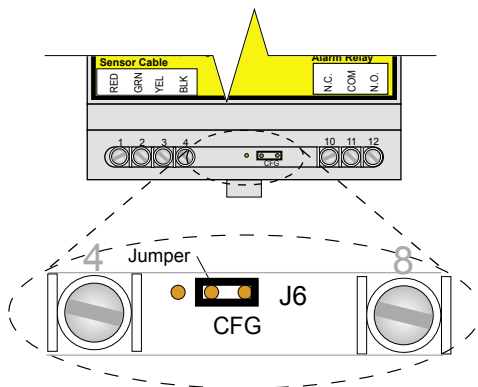

Bild 7a Konfigurationsjumper in Konfigurationsposition
- Stecken Sie die Konfigurations-Steckbrücke des TTSIM-1A in die Position CFG (siehe Bild 7a).